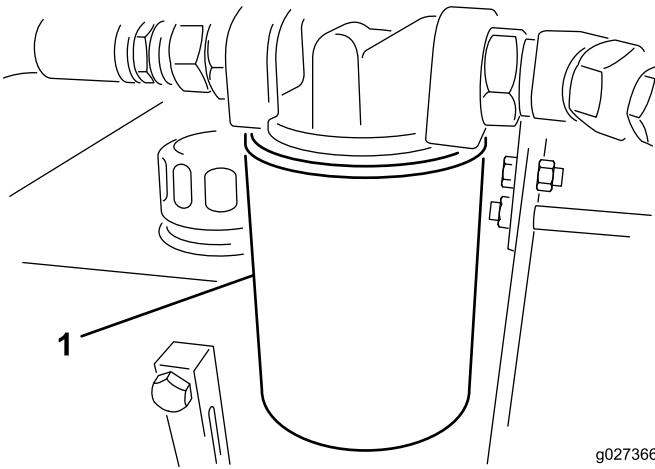

Figura 12
3. Coloque un recipiente debajo del filtro y retire el filtro (Figura 12).